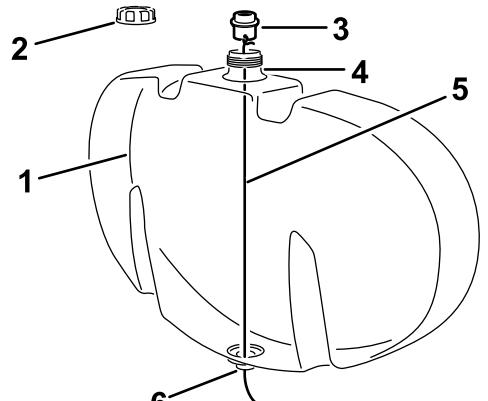

Figura 2
- B. Ligue um cabo, mais comprido que a altura do depósito, a um dos quatro furos da forquilha de retenção na união do anteparo (Figura 2).
- C. Retire a tampa do depósito de lavagem (Figura 2).
- D. Baixe o cabo através da abertura no furo de enchimento do depósito e encaminhe-o pela abertura na parte inferior do depósito (Figura 2).